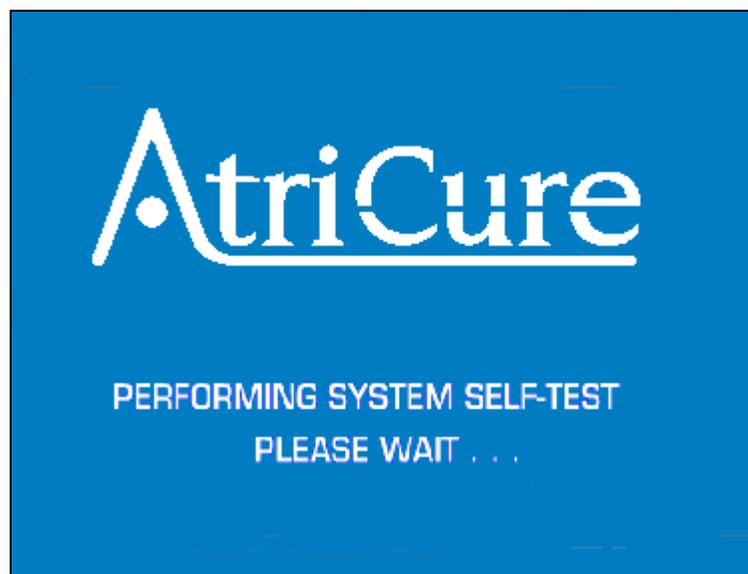

Figura 5 – Display che indica che sono in corso i TEST AUTODIAGNOSTICI
2. Accendere il dispositivo premendo il pulsante di accensione (ON/OFF) sul modulo di distribuzione sul pannello posteriore. Al momento dell'accensione, l'unità esegue una serie di test autodiagnostici di sistema (vedere la figura 5). Al termine di questi test, l'unità si imposta in modalità STANDBY. Se alcuni dei test -autodiagnostici si concludono con un errore, l'unità si imposta in modalità GUASTO. L'avvio del test autodiagnostico è indicato da due brevi toni acustici. Pertanto, è sempre necessario verificare che tali toni vengano effettivamente emessi.